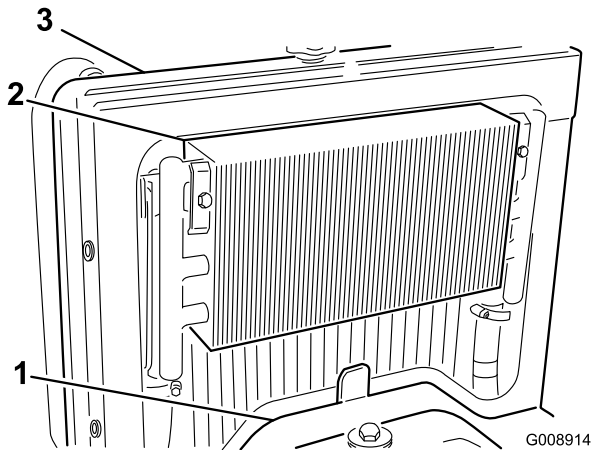

Figura 69
3. Togliete il pannello di accesso (Figura 69).